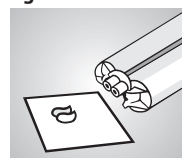
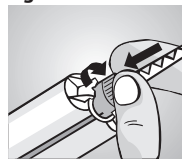

Fig. 3
Fig. 4
Exprimir los cartuchos con la pistola del sistema Automix2 (Fig. 2). Retirar la tapadera del cartucho girándola, después de insertar el cartucho. Exprimir una cantidad pequeña del material, hasta que el material salga proporcionalmente de las dos aperturas (Fig. 3). Para posar la cánula de mezcla hay que tener en cuenta las conductas en la cánula y el cartucho. Retener girando en sentido contrario (Fig. 4). La dosificación puede efectuarse ahora individualmente. Después del uso se deja la cánula de mezcla sobre el cartucho hasta el próximo uso. ¡Utilizar solamente cánulas de mezcla **tempofit® premium** 10:1 azules!
- Para asegurar una mezcla homogénea: Antes de colocar la cánula de mezcla, **siempre** dispensar una pequeña cantidad del material, hasta que la base y el catalizador salgan **uniformemente de ambos orificios** del cartucho (Fig. 3).